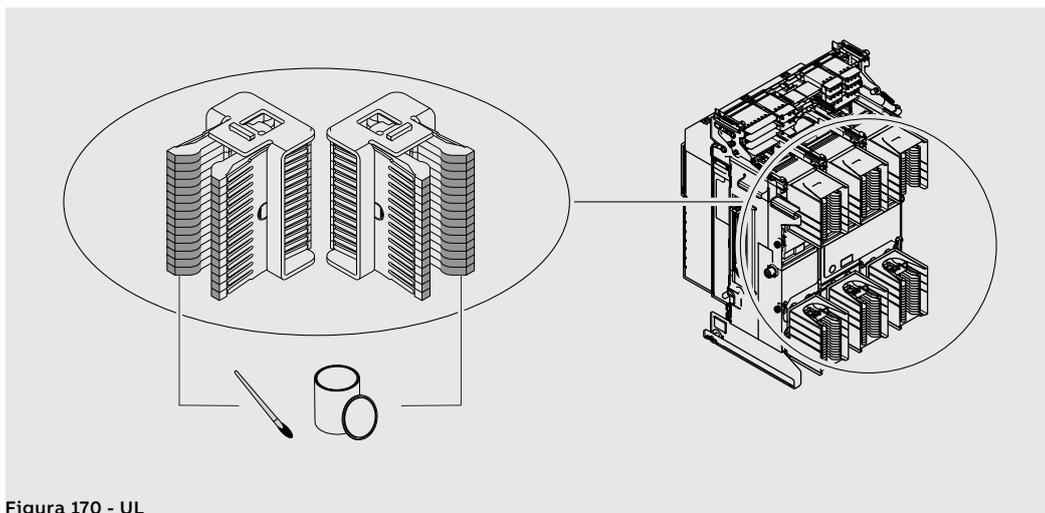
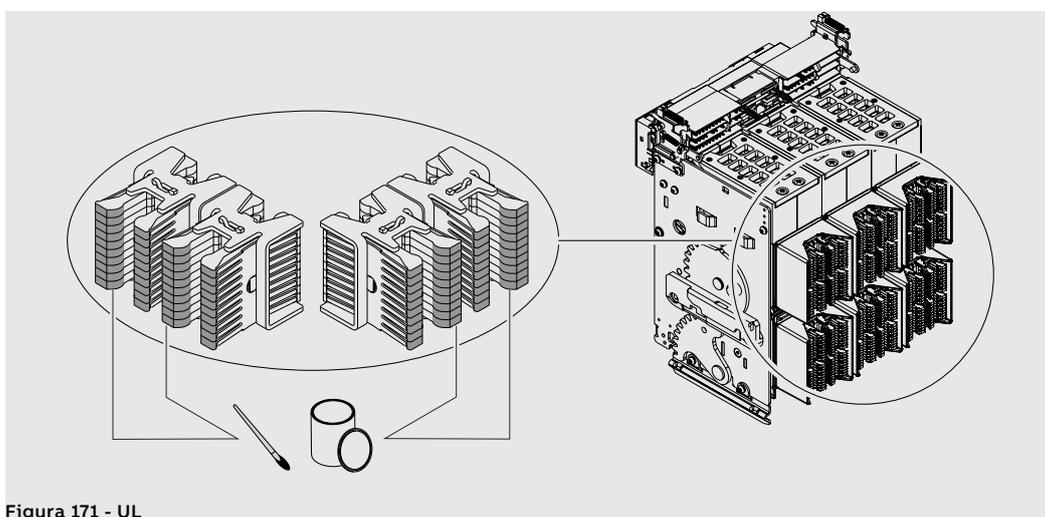

Figura 170 - UL
Figura 171 - UL
2. Lubrificare, nei punti indicati, le pinze di sezionamento con grasso Mobilgrease 28 (EXXON MOBIL) (Figura 170 - UL per E1.2; Figura 171 - UL per E2.2, E4.2 e E6.2).